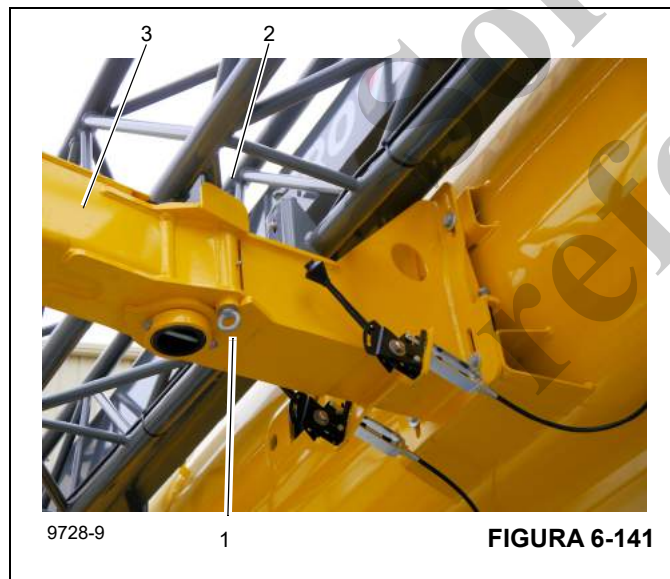

FIGURA 6-141
15. Tire del pasador de bloqueo (1), (Figura 6-141), hacia abajo contra la fuerza del resorte para quitarlo de la orejeta de fijación (2), (Figura 6-141). Pliegue la rampa guía (3), (Figura 6-141), hasta que se pueda asegurar con el pestillo de resorte (1), (Figura 6-141).